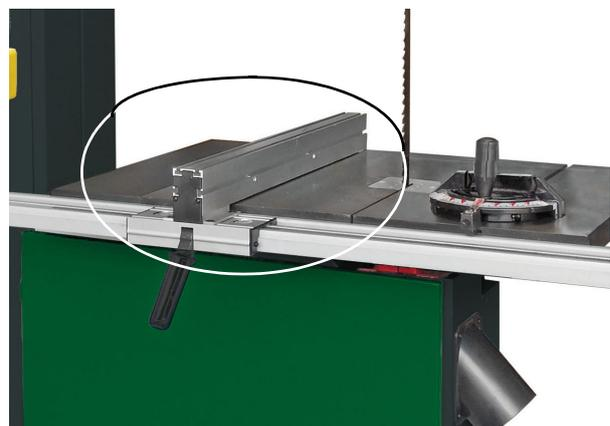

Abb. 27: Parallelanschlag einstellen
Schritt 2: Klemmschraube (Pos. X, Abb. 27) lösen.
Schritt 3: Handrad (Pos. W, Abb. 27) drehen um die Führungsbaugruppe abzusenken bzw. anzuheben.
Schritt 4: Klemmschraube (Pos. X, Abb. 27) wieder festziehen.